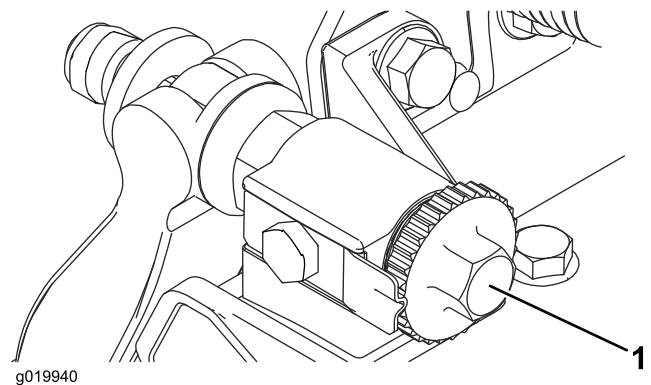

Bild 8
1. Stellen Sie das Mähwerk auf eine flache und ebene Fläche. Drehen Sie die Einstellschrauben des Untermesserträgers nach links, um sicherzustellen, dass der Untermesserträger nicht die Spindel berührt (Bild 8).